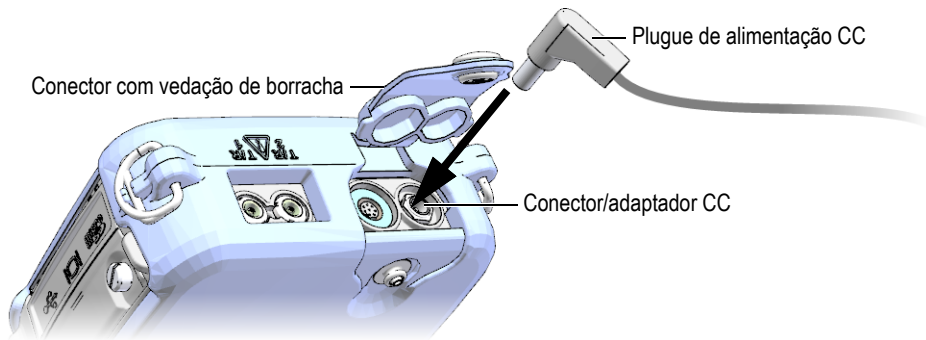

Figura 2-3 Conexão do plugue de alimentação CC
2. No 39DL PLUS, levante a vedação de borracha que cobre o conector adaptador CC localizada na parte superior do 39DL PLUS (consulte Figura 2-3 na página 51).
3. Conecte o cabo de alimentação CC do carregador/adaptador no conector do adaptador CC (veja Figura 2-3 na página 51).